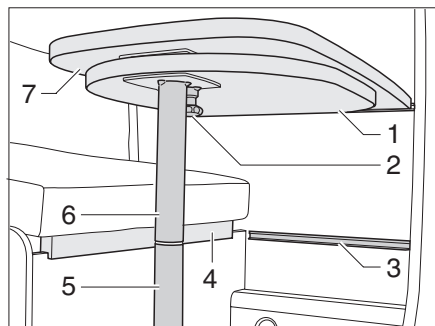

Fig. 42 Mesa colgante con pie de apoyo divisible
- ▶ Tirar hacia abajo el botón (Fig. 42, 2) del bloqueo y girar hacia afuera la prolongación del tablero de mesa (Fig. 42, 1).
- ▶ Girar la prolongación del tablero de mesa (Fig. 42,1) debajo del tablero de mesa (Fig. 42,7), hasta que engatille audiblemente el bloqueo.
- ▶ Si es necesario, colocar una regleta multiplex (Fig. 42,4) en el baúl-banco.
- ▶ Girar la prolongación del tablero de mesa (Fig. 42,1).
- ▶ Levantar 45° aprox. el tablero de mesa (Fig. 42,7) por delante.
- ▶ Extraer la parte inferior del pie de apoyo (Fig. 42,5) hacia abajo y dejar de lado.
- ▶ Enganchar el tablero de mesa en un ángulo de 45° con los soportes en el listón de soporte inferior (Fig. 42,3) y situarlo con la parte superior del pie de apoyo (Fig. 42,6) en el suelo.